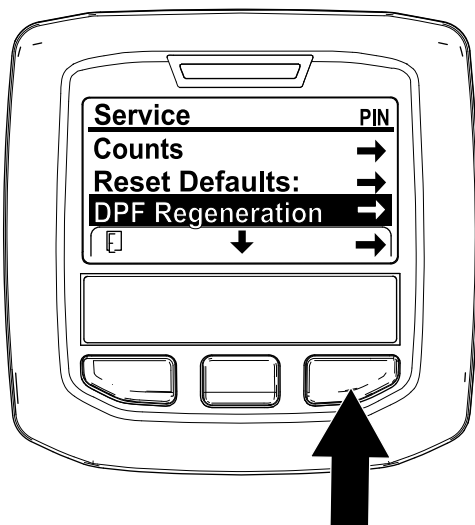

Figura 41
1. Acceda al menú Service (Servicio), pulse el botón central para desplazarse hacia abajo, hasta la opción DPF REGENERATION (Regeneración de DPF) (Figura 41).
2. Pulse el botón derecho para seleccionar la opción DPF Regeneration (Regeneración de DPF) (Figura 41).